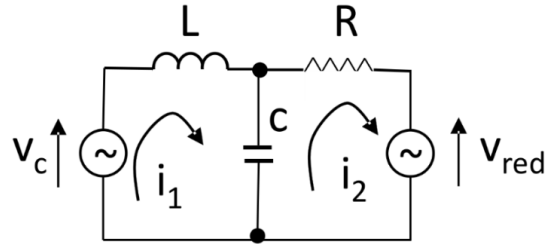

Figura 1: Sistema de generación conectado mediante filtro LCL a la red.
- (a) Escriba las ecuaciones de estado del sistema de la Figura 1 identificando todas las matrices. Encuentre los valores propios actuales del sistema.
Se busca obtener las ecuaciones en variables de estado del sistema de figura 1, es decir:
Retomando el sistema visto en la figura 1. tenemos que este circuito puede ser resuelto mediante metodo de mallas, obteniendo el siguiente esquema: La impedancia intrínseca esta asociada a la bobina, luego tenemos que las ecuaciones de las malla 1 y 2 vendran dadas lo siguiente: